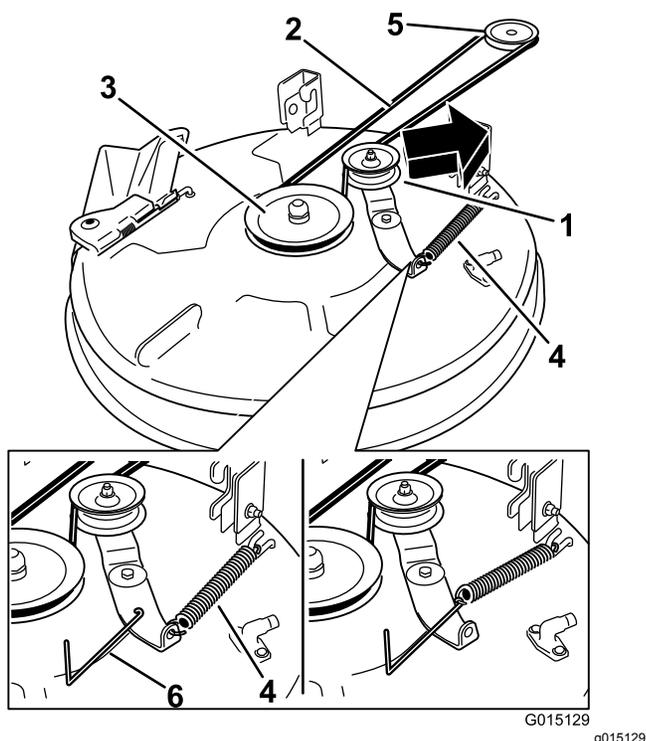
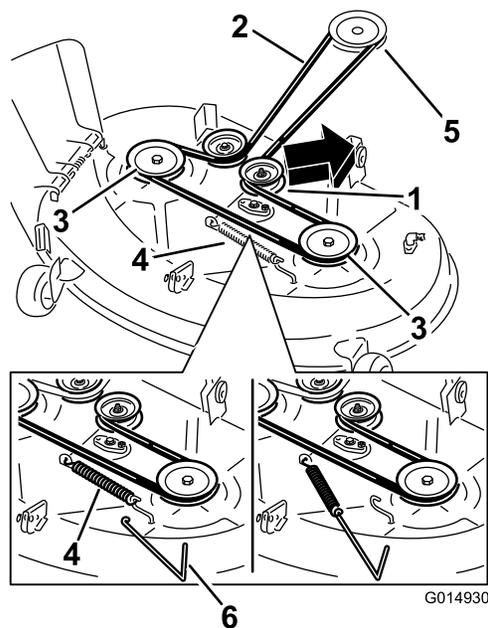

Рисунок 54
Рисунок 55
- Используя съемник пружин (№ 92-5771 по каталогу Того), снимите пружину натяжного шкива с крюка деки, чтобы снять натяжение с натяжного шкива, и снимите ремень со шкивов (Рисунок 54 и Рисунок 55).
- Проложите новый ремень вокруг шкива двигателя и шкивов газонокосилки (Рисунок 54 и Рисунок 55).
- Используя съемник пружин (№ 92-5771 по каталогу Того), установите пружину натяжного шкива на крюк деки и создайте натяжение на натяжном шкиве и ремне газонокосилки (Рисунок 54 и Рисунок 55).